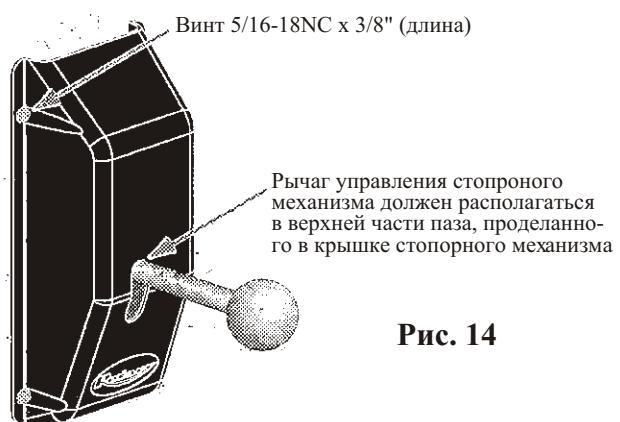

Рис. 14
- После этого НЕОБХОДИМО установить на свое место рычаг управления стопорного механизма, зажимную гайку, распорную втулку 1/2"x3/16" (длина x внеш.диам.), кожух ролика, шайбу-фиксатор и крышку стопорного механизма правой колонны (рис. 14 и 11б). Затем прикрепите сферическую рукоятку к рычагу управления (рис. 11б).